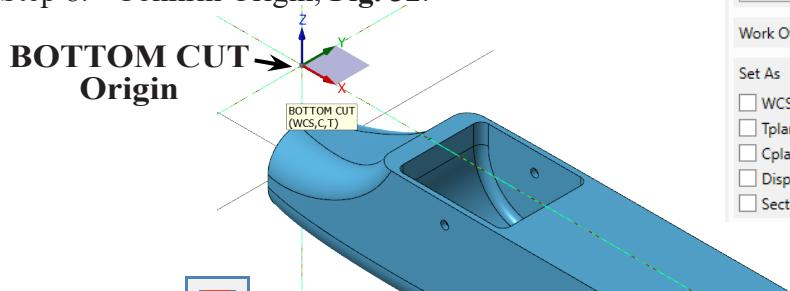

Fig. 32
Step 8. Confirm Origin, Fig. 32.